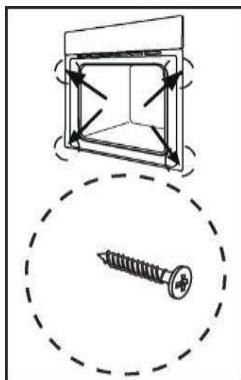

рис. 2
- Электрошкаф устанавливается в нишу в кухонной мебели, используя специальные держатели (смотри рис. 1). Для устранения возможности случайного перемещения, электрошкаф крепится к мебели четырьмя винтами с потайной головкой (см. рис. 2).